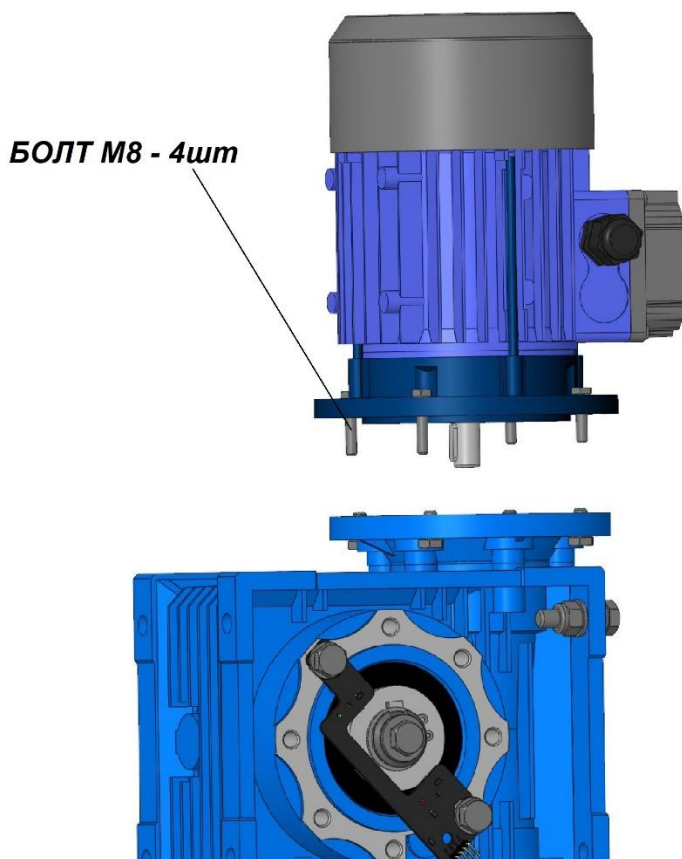

Рис.1
- Открутить болты крепления двигателя с редуктором, см. Рис.1